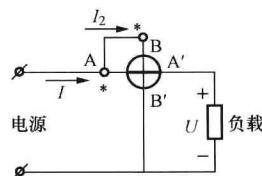
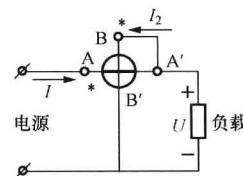

图 1-15 前接法
图 1-16 后接法
5) 测量直流、单相负载时, 负载电阻远大于功率表电流线圈电阻情况下, 采用前接法, 如图 1-15 所示; 负载电阻远小于功率表电流线圈电阻情况下, 采用后接法, 如图 1-16 所示。